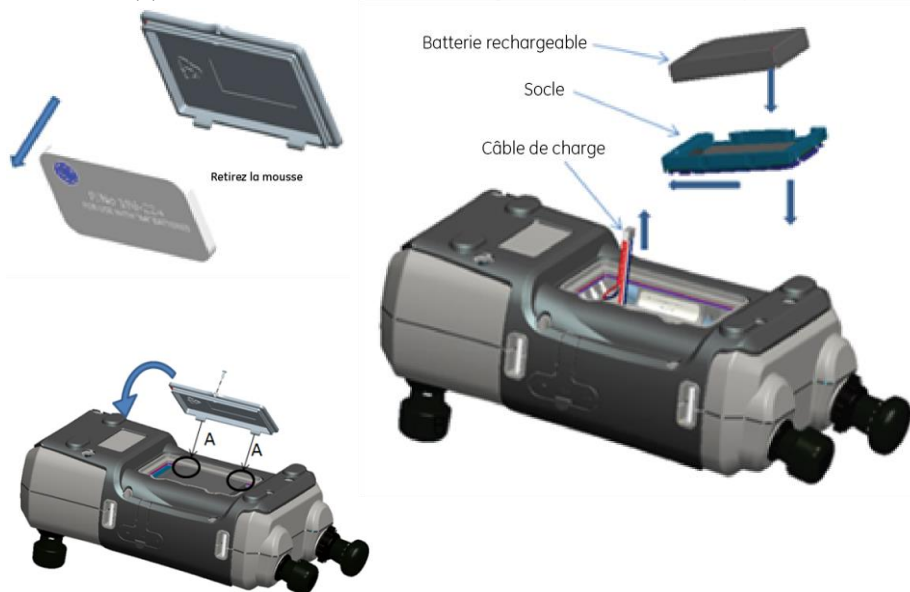

Figure 2 Installation du kit de batterie rechargeable
6. Remettez en place le cache de batterie. Fermez le compartiment à batterie en enfonçant les pattes dans les fentes (A) avec le cache incliné puis abaissez celui-ci et immobilisez-le à l'aide de la vis de fixation. (Voir Figure 2).